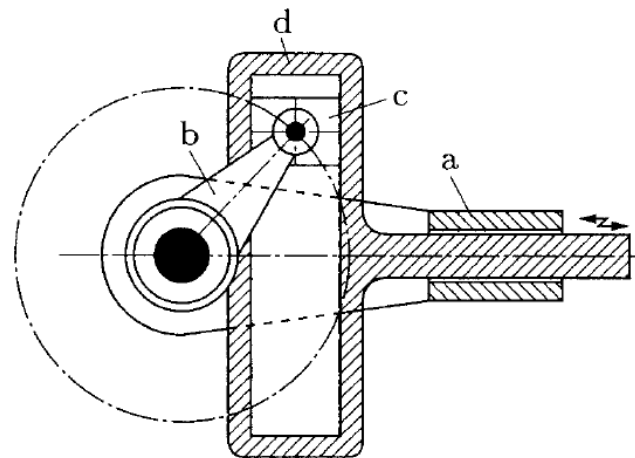

図12
- 図12のように、スライダaとリンクd、スライダcとリンクdは滑り対偶になっている。